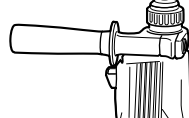

Fig. 18
- (2) Montar la espiga de la barrena tubular en el martillo perforador. (Fig. 18)
- (3) Insertar el pasador central en la placa guía hasta que se pare.